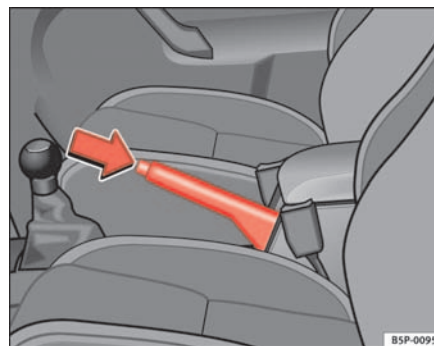

Fig. 141 Travão de mão entre os bancos dianteiros
- Puxar a alavanca do travão de mão com força ⇒ página 177, fig. 141.
- Puxar a alavanca um pouco para cima, premir o botão desbloqueador no sentido da seta ⇒ página 177, fig. 141 e reconduzir a alavanca do travão de mão totalmente até baixo ⇒ .